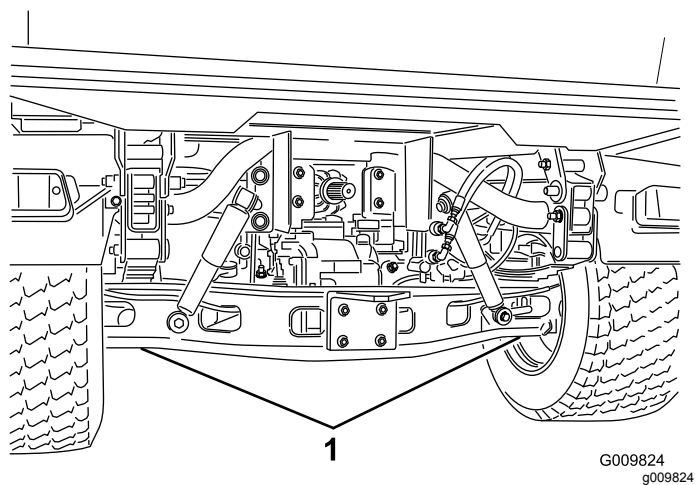

図 44
- 車両前部のジャッキポイントは前中央のフレームサポート 図 43、後部のジャッキポイントはアクスル下 図 44にある。